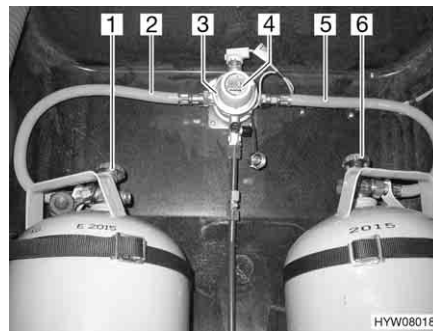
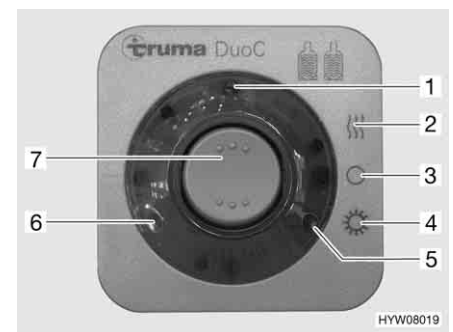

Bild 92 DuoControl-Umschaltanlage
Bild 93 Bedieneinheit
Die DuoControl-Umschaltanlage besteht aus einem Umschaltventil (Bild 92,3) und der Bedieneinheit (Bild 93). Das Umschaltventil ist zwischen den Gasschläuchen (Bild 92,2 und 5) montiert. Mit dem Drehknopf (Bild 92,4) am Umschaltventil kann bestimmt werden, welche der Gasflaschen als Betriebsflasche und welche Gasflasche als Reserveflasche verwendet wird.
An der Bedieneinheit (Bild 93) können nur die elektrischen Funktionen geschaltet werden. Die Haupt-Absperrventile der Gasflaschen (Bild 92,1 und 6) müssen von Hand geöffnet werden.
Das Umschaltventil gewährleistet einen konstanten Gasdruck, unabhängig davon, welche Gasflasche Gas liefert. Die zwei Kontroll-Leuchten an der Bedieneinheit zeigen den Füllstand der Betriebsflasche an. Wenn die grüne Kontroll-Leuchte (Bild 93,6) leuchtet, ist die Betriebsflasche voll. Wenn die rote Kontroll-Leuchte (Bild 93,5) leuchtet, ist die Betriebsflasche leer. Die Gasversorgung erfolgt dann über die Reserveflasche.
- Die Haupt-Absperrventile an den Gasflaschen (Bild 92,1 und 6) öffnen.
- Mit dem Drehknopf (Bild 92,4) am Umschaltventil (Bild 92,3) die Gasflasche wählen, der vorrangig das Gas entnommen werden soll (Betriebsflasche).
- An der Bedieneinheit (Bild 93) die DuoControl-Umschaltanlage einschalten.
Dazu den Wippschalter (Bild 93,7) auf Winterbetrieb "Ein und Heizen" (Bild 93,2) oder auf Sommerbetrieb "Ein" (Bild 93,4) stellen. Das Umschaltventil ist jetzt entlüftet. Die gelbe Kontroll-Leuchte (Bild 93,1) leuchtet, wenn Winterbetrieb gewählt wird und die Regler-Enteisungsanlage eingeschaltet ist.
- Den Wippschalter (Bild 93,7) auf "0" (Bild 93,3) stellen. Die gelbe Kontroll-Leuchte (Bild 93,1) erlischt.
- Die Haupt-Absperrventile an den Gasflaschen (Bild 92,1 und 6) schließen.
Fernanzeige Die Kontroll-Leuchten an der Bedieneinheit (Bild 93,5 und 6) signalisieren im Fahrzeuginneren, ob die Betriebsflasche betriebsbereit ist.
Gasflaschenwechsel Wenn die grüne Kontroll-Leuchte (Bild 93,6) während des Betriebs erlischt und die rote Kontroll-Leuchte (Bild 93,5) aufleuchtet, ist die als Betriebsflasche gewählte Gasflasche leer und muss gewechselt werden. Die Reserveflasche versorgt die Gasverbraucher weiterhin mit Gas.